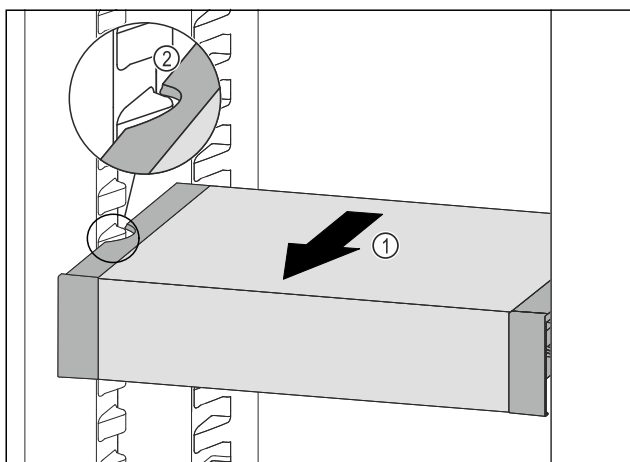

Fig. 123
- Trekk VarioSafe forover Fig. 123 (1), til utsparingene på sidene av VarioSafe er på nivå med rillene i kjøleskapet. Fig. 123 (2)